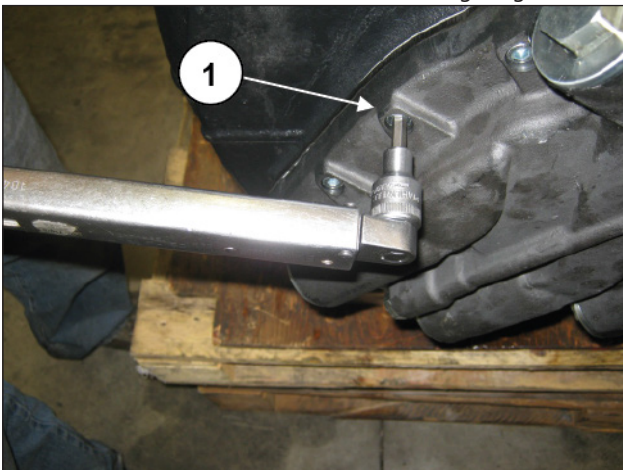

Abb. 128
Setzen Sie den O-Ring in den Sitz des Adapters des Luft-/Ölaustauschers ein (Pos. ①, Abb. 128) und überprüfen Sie seine korrekte Position.